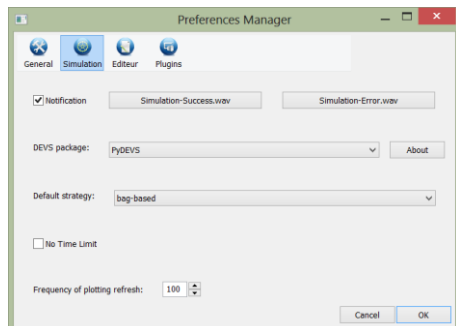

FIGURE 29 : PRÉFÉRENCE DE SIMULATION.
- **volet Simulation** (Figure 29) : Les préférences de simulation concernent : les notifications sonores qui retentissent à la fin de chaque simulation (*Finish.wav*) et lorsqu'une erreur apparaît dans DEVSimPy (*Error.wav*). Le menu propose aussi de configurer la stratégie employée par défaut pour la simulation :